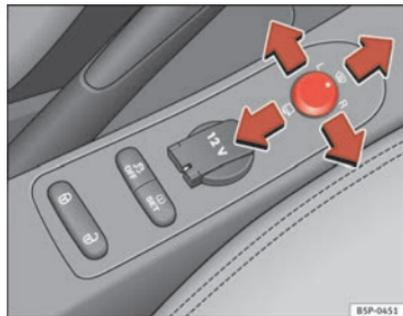

Fig. 89 Regolazione degli specchi retrovisori esterni
1. In primo luogo, ruotare la manopola ⇒ fig. 89 portandola nella posizione **L (specchietto esterno sinistro)**.
- Per riscaldare gli specchietti retrovisori termici e per attivare la funzione parabrezza riscaldabile* nella zona di riposo delle spazzole, girare il comando in avanti sulla posizione centrale ⇒ fig. 89 ① ⇒ pag. 133.
- Per far ripiegare su se stessi gli specchietti esterni si deve ruotare la manopola ⇒ fig. 89 portandola nella posizione . Si consiglia di richiudere sempre gli specchietti esterni quando si porta il veicolo all'autolavaggio, altrimenti potrebbero danneggiarsi.